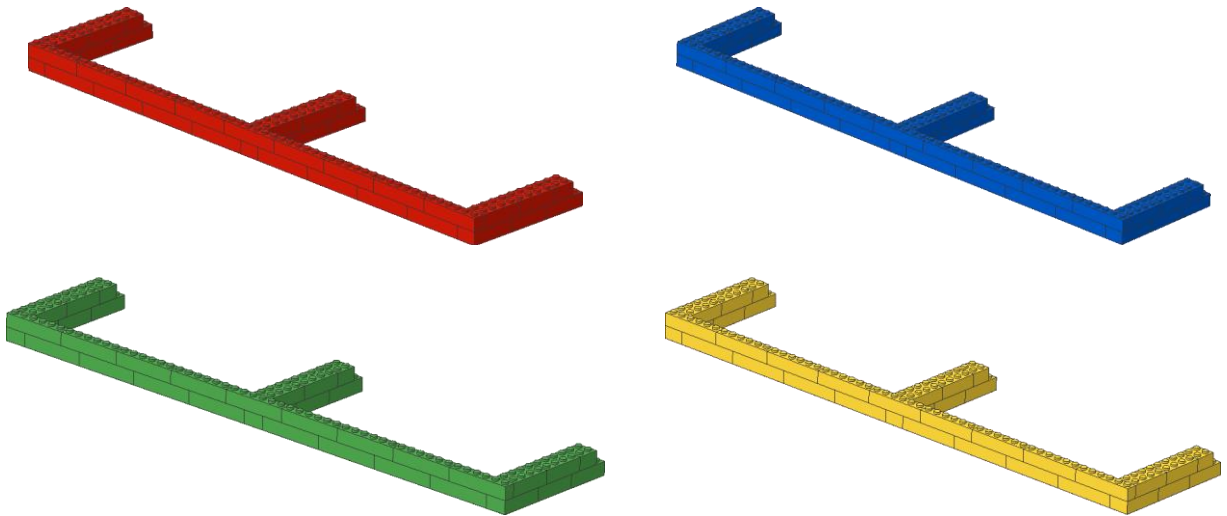

Рис. 4. Стены, окружающие баки сбора отходов
- 1.4 Также есть 4 стены, собранные из элементов LEGO, следующих цветов: красный, синий, зеленый и желтый; они окружают 2 мусорных бака во всех 4 зонах сбора отходов (см. рис. 4).